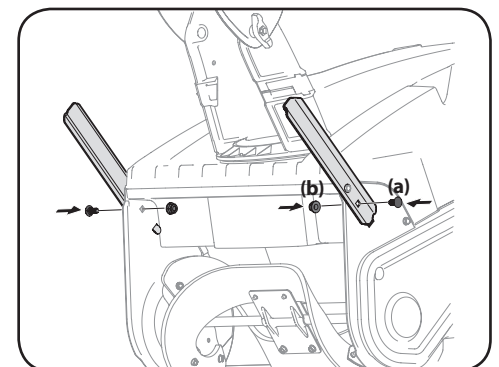

Figura 2-16
2. Instale los cortadores y asegure con los pernos de (a) y las tuercas de seguridad con brida (b) que extrajo en el Paso 1. Consulte la Figura 2-16.